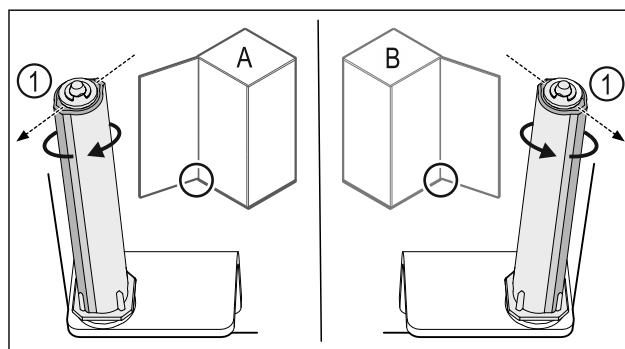

Fig. 44 Battuta di arresto sinistra (A) / battuta di arresto destra (B)
- Ruotare il sistema di chiusura in opposizione alla resistenza, fino a quando la staffa del sistema di chiusura Fig. 44 (1) non punta verso l'esterno.